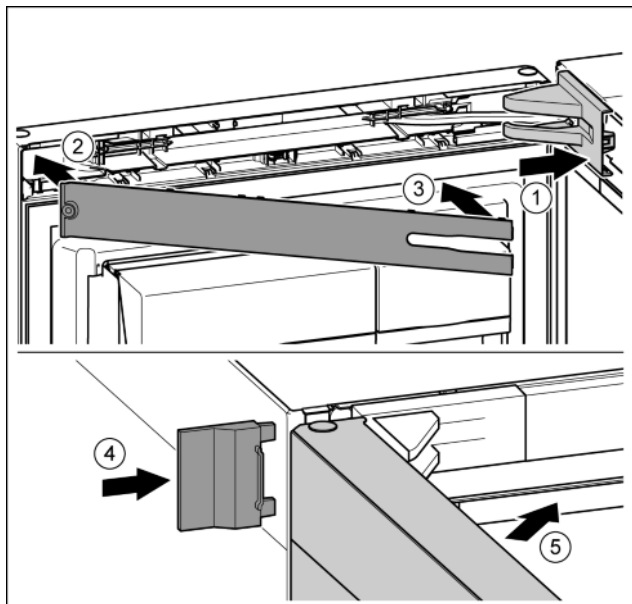

Fig. 50
- ▶ Założyć osłonę płytki zawiasu i zazębić, ew. ostrożnie odsunąć. Fig. 50 (1)
- ▶ Założyć zaślepkę. Fig. 50 (2)
- ▶ Przechylić i zazębić zaślepkę. Fig. 50 (3)
- ▶ Wsunąć zewnętrzną osłonę. Fig. 50 (4)
- ▶ Zamknąć górne drzwi. Fig. 50 (5)